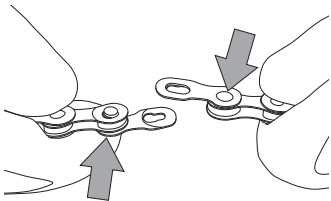

図5
- チェーンのインナー・リンクにある左右の2つの穴に、C-リンク™ のピンを合わせます (図5)。